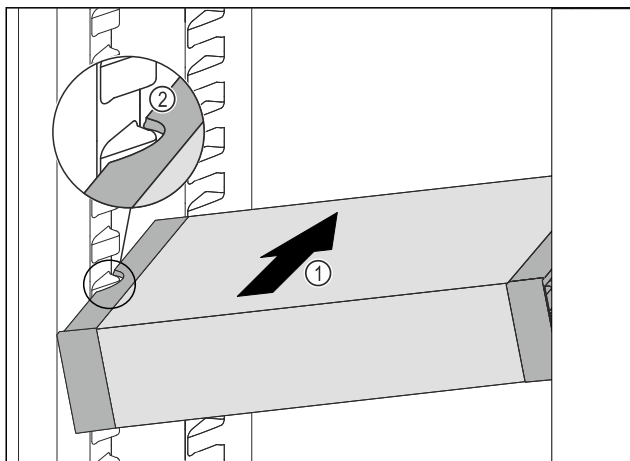

Fig. 128
- Insérer le VarioSafe en biais dans la partie réfrigérateur *Fig. 128 (1)* jusqu'à ce que les encoches latérales *Fig. 128 (2)* du VarioSafe se trouvent à la hauteur de la nervure du bac dans la partie réfrigérateur.